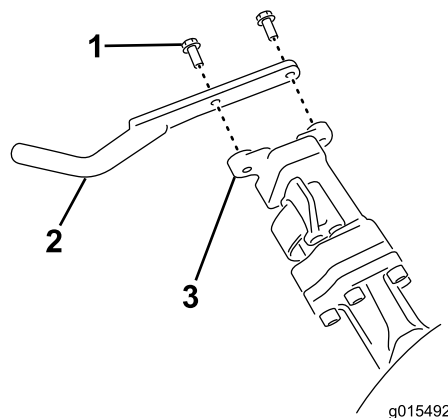

图9
8. 使用螺栓和螺母将正极（红色）接线连接到正极（+）电池端子，负极（黑色）接线连接到负极（-）电池端子（图9）。将橡皮套滑动到正极电池端子上，防止可能发生的短路情况。
使用 12 个凸缘螺栓，将 6 个集草斗钩安装到悬挂臂杆两端（图9）。